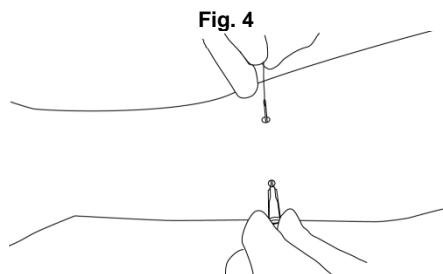
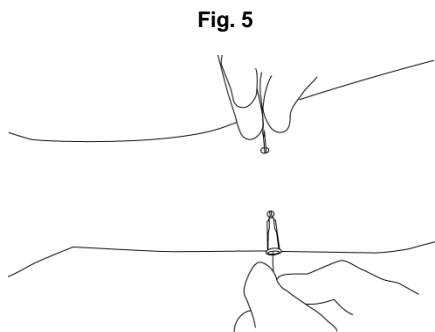

Fig. 4
Fig. 5
3. Haal de katheter uit de beschermhuls en leid de katheter zachtjes in het scherpe uiteinde van de introducer canule (Fig 4) en druk het **voorzichtig** door de introducer canule totdat het aan de andere kant van de canule te voorschijn komt en ga door totdat het membraan op zijn plaats zit (Fig 5).
3. Tag kateteret ud af beskyttelsesslangen, og før kateteret nænsomt ind i den skarpe ende af indføringskanylen (Fig. 4) og skub det **forsigtigt** gennem indføringskanylen, indtil det kommer frem på modsatte side af kanylen, og fortsæt, indtil membranen er i position (Fig. 5).